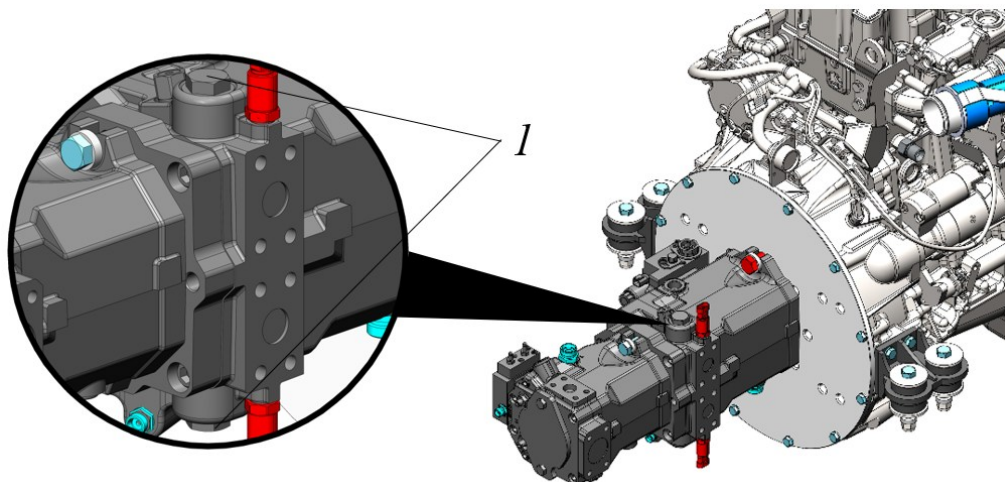

Рисунок 3.94. Байпасный клапан свободного хода
- Регулировочные винты 1 (рис. 3.94) прокрутить против часовой стрелки на 3 оборота.
- Заблокировать свободное вращение привода ходовой части, вкрутив регулировочный винт байпасного клапана 1 (рис. 3.94). Проконтролировать момент затяжки винтов 240 Н·м.